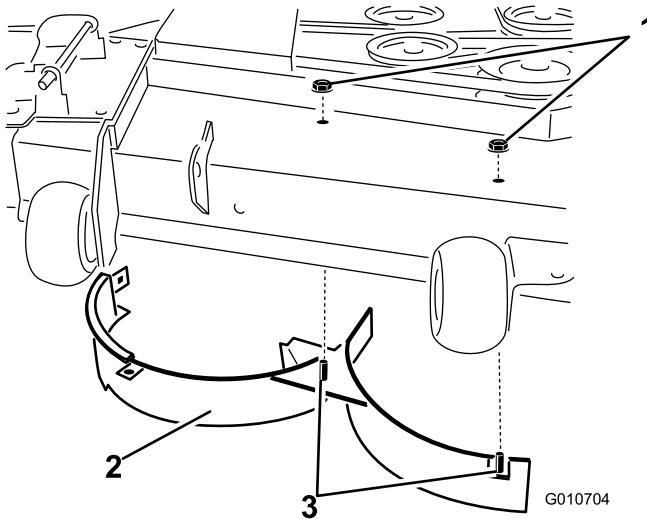

Figura 33
11. Rimuovete i due dadi di bloccaggio (5/16 pollice) fissati sui perni saldati del deflettore destro in posizione centrale e destra, sulla parte superiore del piatto di taglio (Figura 33). Staccate il deflettore destro dal piatto di taglio.